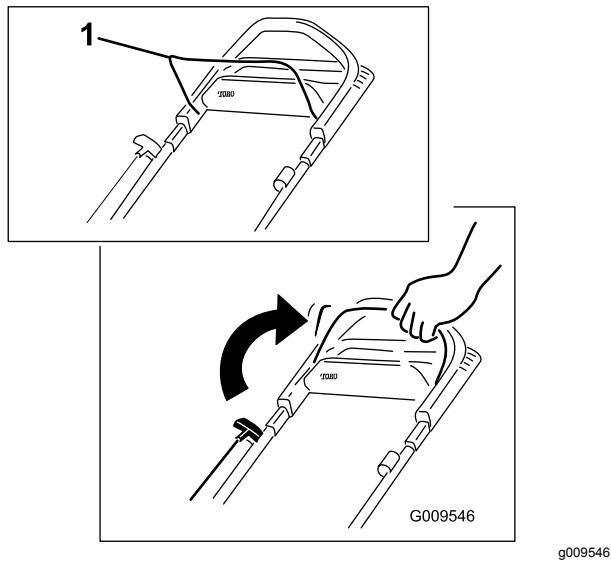

Figura 16
- Tirate la barra di comando della lama contro la stegola e tenetela in questa posizione (Figura 16).